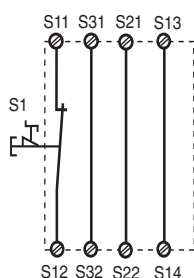
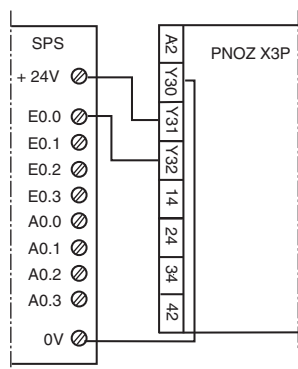

Fig. 2: Circuito de entrada monocanal, rearme automático/Circuito di ingresso monocanale, start automatico/Eenkanalig ingangscircuit, automatische start
Fig. 11: Ejemplo de conexión para salida de semiconductor/Esempio di collegamento per uscita a semiconduttore/Aansluitvoorbeeld van halfgeleideruitgang
En las Fig. 2 ... a Fig. 11 se presentan ejemplos de conexión para modo de conexión de parada de emergencia con rearme automático y manual, control de puerta protectora y de barrera fotoeléctrica así como multiplicación de contactos mediante contactores externos.
- Fig. 2 y 7: **no hay** conexión S33-S34. En caso de caída de tensión y arranque, el dispositivo se inicia automáticamente. Evite un arranque intempestivo mediante un cableado externo adecuado.
In Fig. 2 ... Fig. 11 sono riportati degli esempi di collegamento per il cablaggio dell'arresto di emergenza con start automatico e controllato, per il controllo finecorsa di ripari mobili e di barriera fotoelettrica, nonché per l'aumento del numero dei contatti mediante relè esterni. Nota bene:
- Fig. 2 e 7: **nessun** collegamento S33-S34. Il dispositivo si avvia automaticamente dopo la caduta ed il ritorno dell'alimentazione. Occorre prevenire un riavvio inatteso usando circuiti esterni di misura
In fig. 2 ... fig. 11 worden aansluitvoorbeelden gegeven van noodstop-schakeling met automatische en bewaakte start, hekbewaking en contactvermeerdering door middel van externe magneetschakelaars.
- Fig. 2 en 7: **geen** verbinding S33-S34. Het apparaat start automatisch bij uitvallen en terugkeren van de spanning. Vermijd een onverwacht heraanlopen door maatregelen in de externe schakeling.